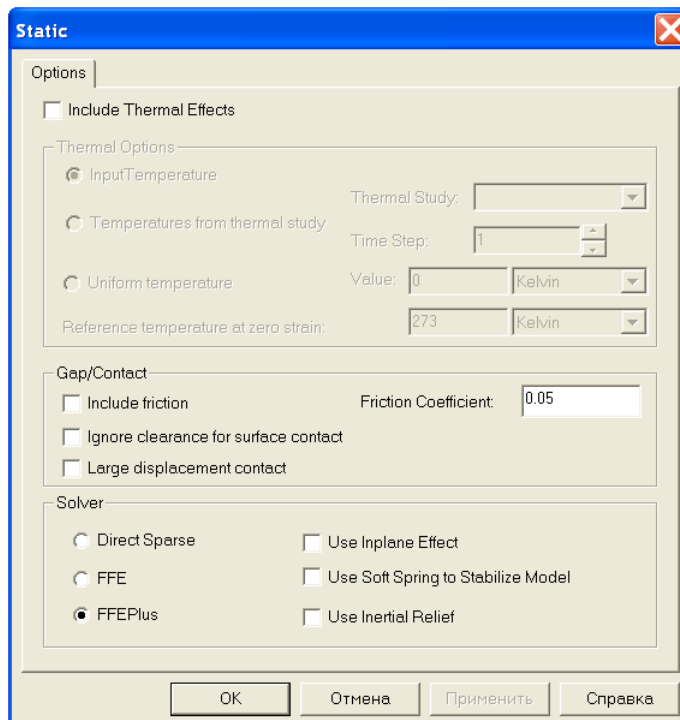

Рисунок 7.1 – Діалогове вікно налаштування **властивостей** (*Property*) проекту
- 3.1. Натиснути правою кнопкою на назві проекту **MyFirstStudy** в дереві рішень і вибрати в меню пункт **Properties...** відкриється діалогове вікно **Static** (рисунок 7.1):